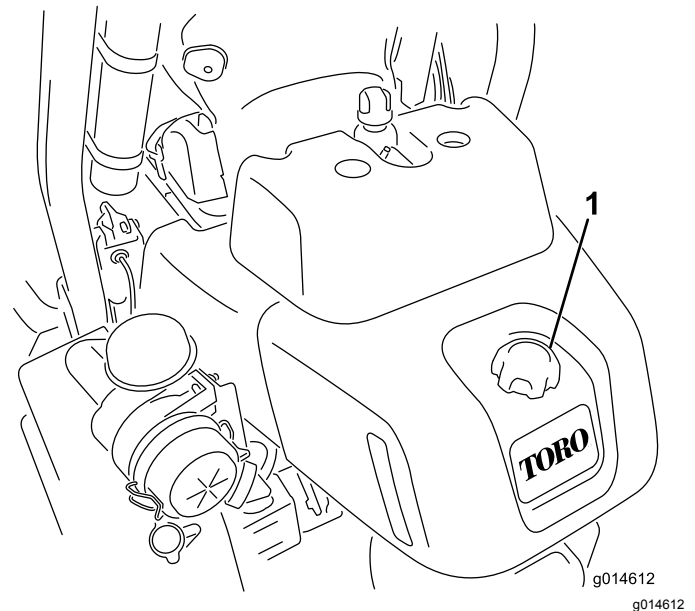

Bild 24
1. Reinigen Sie den Bereich um den Tankdeckel (Bild 24).